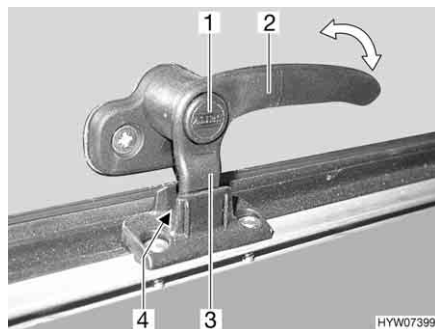
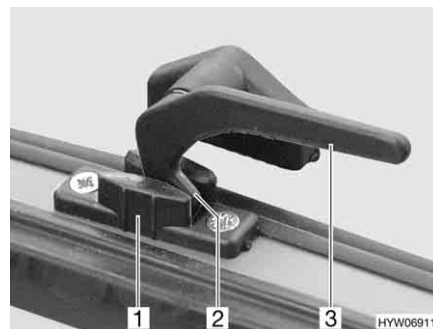

Fig. 100 Alavanca de trava com botão de segurança na posição "Arejamento contínuo"
Fig. 101 Alavanca de trava na posição "Arejamento contínuo"
- Na posição "Arejamento contínuo" (Fig. 100 e Fig. 101)
- Se disponível, prima o botão de segurança (Fig. 100,1) e mantenha-o pressionado.
- Gire a alavanca de trava (Fig. 100,2 ou Fig. 101,3) um quarto de volta na direção do meio da janela.
- Gire novamente para trás a alavanca de trava. Durante isto, desloque a ponta de trava (Fig. 100,3 ou Fig. 101,2) na alavanca de trava para dentro do entalhe no dispositivo de bloqueio da janela (Fig. 100,4 ou Fig. 101,1).
- Se disponível, largue o botão de segurança (Fig. 100,1).